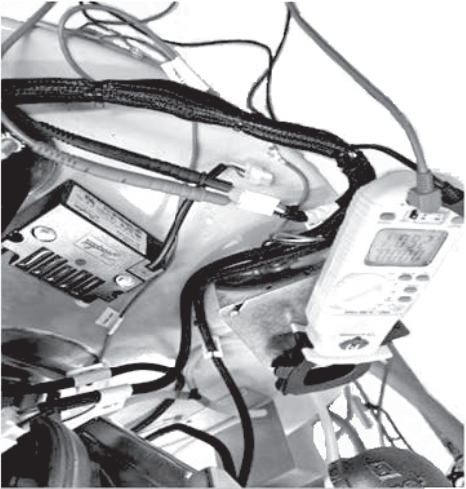

Figure 9. Mesure de la tension d'alimentation du transformateur
3. À l'aide d'un voltmètre, mesurer la tension au niveau du transformateur lorsque le MILI indique une demande d'allumage. Placer le conducteur rouge du voltmètre sur le côté fil noir du connecteur et placer le conducteur noir du voltmètre sur le côté fil vert du connecteur. Voir *Figure 9*.